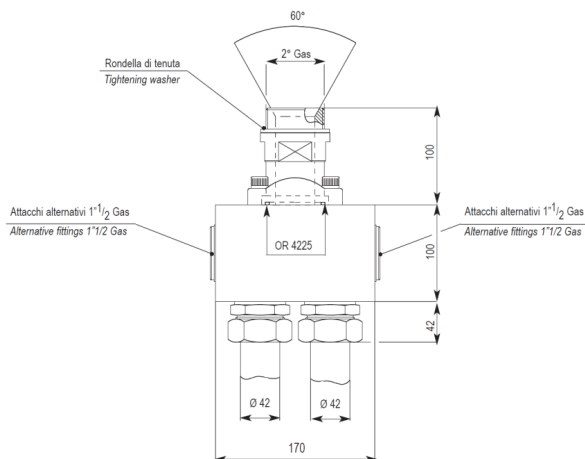

Fig. 1 – Raccordi a 3 Vie
b) Raccordo special a tre vie disegno OMARLIFT (vedi Fig. 1). Il raccordo presenta un filetto maschio da 2" che deve essere fissato alla valvola VP 200 e due raccordi di estremità ad anello tagliente, smusso a 24° e dado girevole M 52 x 2. Questi raccordi possono essere montati paralleli sullo stesso lato o su due lati opposti